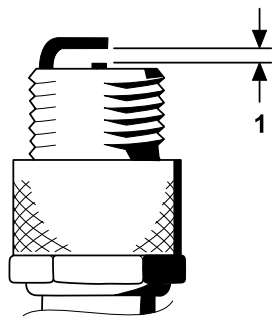

図 34
- 図 34 のように、電極間のエアギャップを 0.76 mm に調整する。